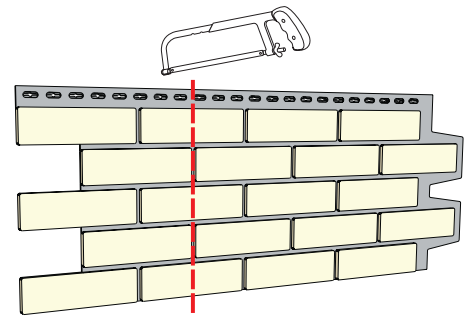

Рисунок 89
- 17.2** При начале каждого нового ряда необходимо от панели отрезать левую часть (Рис. 89), чтобы торец панели был ровным. Подрезанную часть можно использовать для завершения ряда в процессе монтажа.